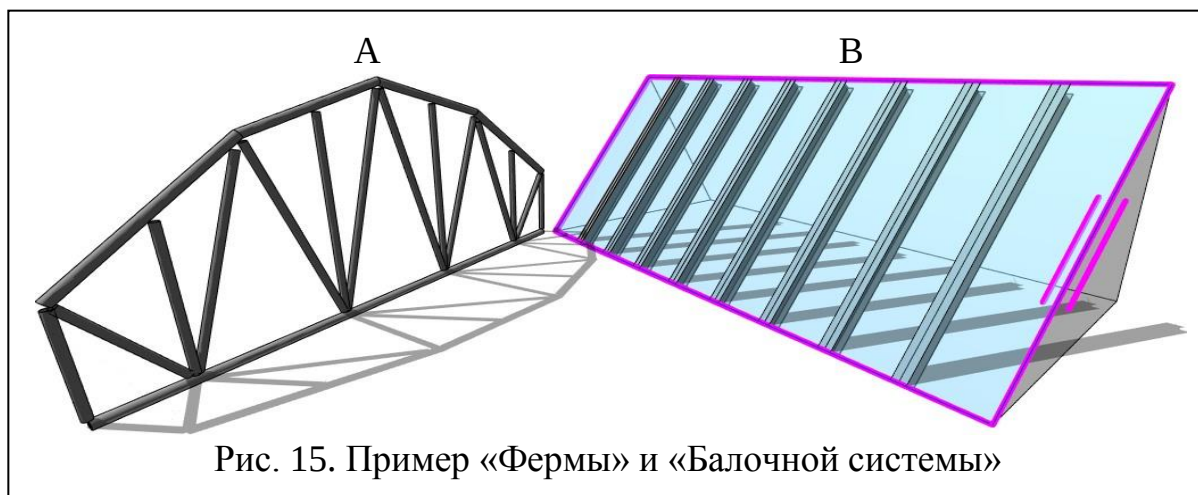

Рис. 15. Пример «Фермы» и «Балочной системы»
-   Команда «Ферма» позволяет вставить в модель в виде структуру фермы (рис. 15 А). В настройках типа фермы можно указать типы конструкций несущего каркаса (двутавры, трубы, ...) для «Верхнего/Нижнего пояса», «Стоек» и «Раскосов».
-  Команда «Балочная система» позволяет построить структуру в виде параллельных балок внутри заданного контура (рис. 15 В). В «панели параметров» задается «Размер» (используемый тип/семейство несущих конструкций), режим «Выравнивания» (по краю или центру) и «Компановка» (интервал или количество).